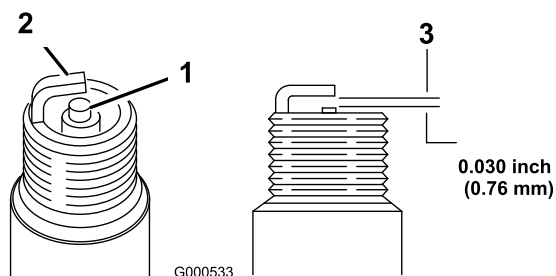

Figura 29
1. Controllate il centro della candela (Figura 29). Se l'isolatore è marrone chiaro o grigio, il motore funziona correttamente. Una patina nera sull'isolatore significa in genere che il filtro dell'aria è sporco.
2. Controllate la distanza tra gli elettrodi centrale e laterale (Figura 29). Se la distanza non è esatta, piegate l'elettrodo laterale (Figura 29).